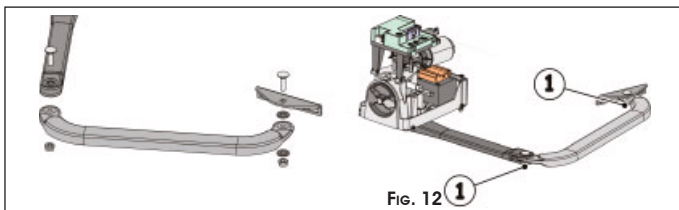

Fig. 12
⑦ Assembler le reste du bras d'après la Fig.12.
✋ Pour un fonctionnement correct, serrer les deux vis de fixation (Fig.12 réf.①) puis les desserrer d'environ 1/2 tour pour permettre la rotation des bras sans frottements.